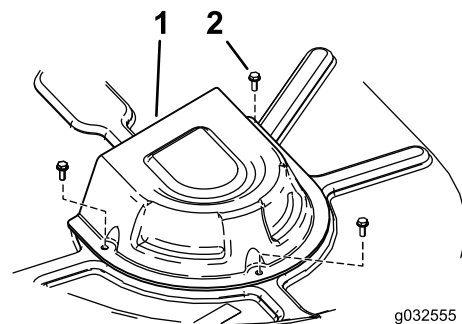

Bild 67
- Entfernen Sie die Abdeckungen der Riemenscheibe ab (Bild 67).